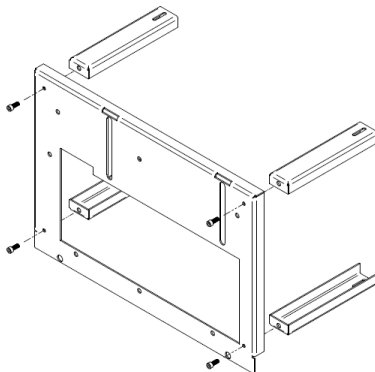

Figura 33 – Montagem mesa auxiliar
1. Proteger a superfície sobre a qual se vai trabalhar. Deve unir-se as quatro pernas da mesa com quatro parafusos DIN 912 M8x20mm como mostra a Figura 33, deve-se apertar apenas com as mãos, para ser mais fácil de executar o resto da montagem do conjunto. Tal como indicado na Figura 33.